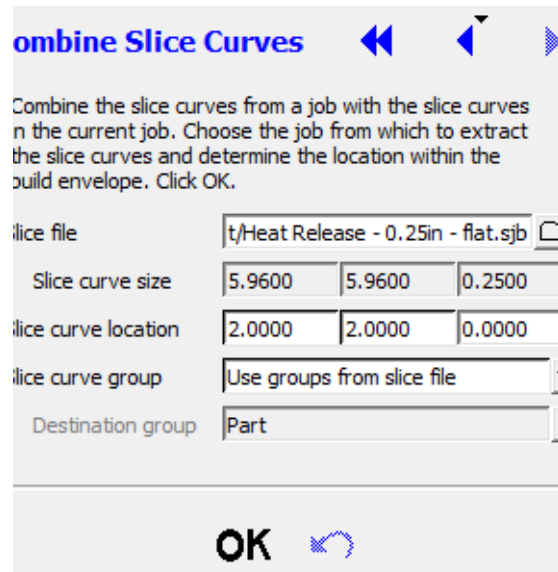
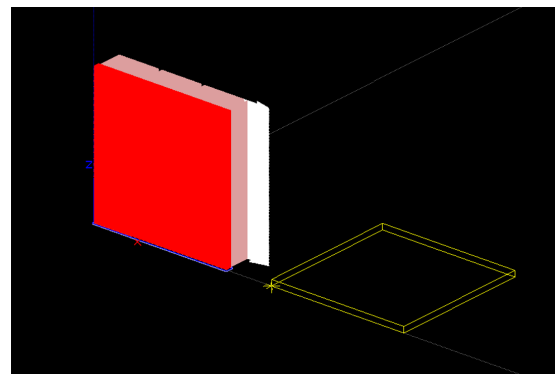
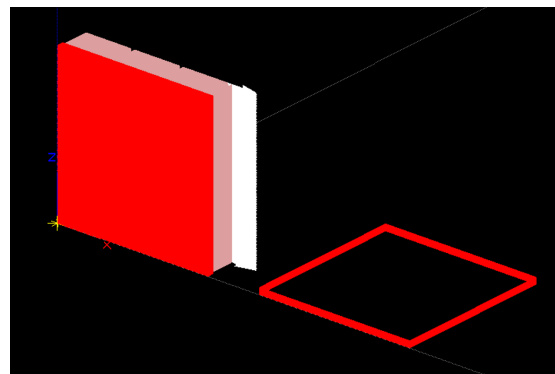

Figure 2. Menu de droite à l'écran.
Figure 3. Boîte jaune montrant la position de la nouvelle pièce par rapport au fichier préalablement chargé.
Figure 4. Fichier de couche combiné.
3. Sélectionnez le fichier à ajouter (la taille de la couche se remplit automatiquement) et la distance à laquelle vous souhaitez placer la pièce dans la boîte du menu à droite de l'écran (Figure 2). Lorsque vous saisissez la valeur de distance, il apparaît une boîte jaune contenant la taille de la nouvelle pièce et sa position exacte (Figure 3). Choisissez OK lorsque la pièce est au bon endroit, et les fichiers de couche se combineront (Figure 4).